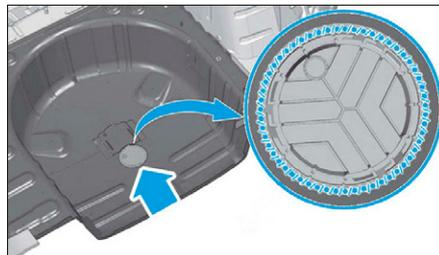

FIG. 209
- Appliquer un mastic d'étanchéité sur le bord de l'obturateur (flèche) (Fig.209).